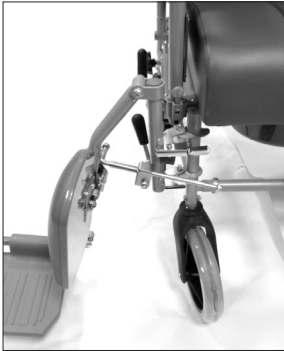

FIG. 5
- Los estribos se montan externamente a la estructura, haciendo coincidir los dos orificios superpuestos (en el estribo) con los dos pernos achaflanados (en la estructura de la silla cómoda (FIG.5).